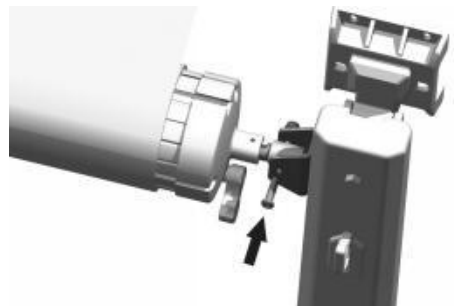

Figuur C12 Figuur C13
3.5 Open de stof, schuif de stof in de gleuf van de rolbuis, schuif vervolgens het voorste uiteinde van de stof in een andere gleuf van de rolbuis en bevestig daarna schroef B. Om te voorkomen dat de stof verschuift, schuift u vervolgens de strook stof in de gleuf. Als laatste schuift u de lusband over de strook. (Afbeelding C12, Afbeelding C13, Afbeelding C14, Afbeelding C15)